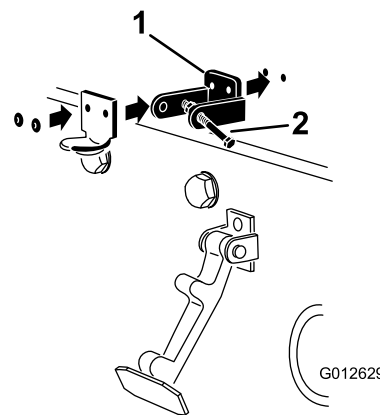

Рисунок 7
4. Совмещая монтажные отверстия, поместите стопорный кронштейн стандарта CE и кронштейн защелки капота на капот (Рисунок 7).
6. Приклепайте кронштейны и шайбы к капоту (Рисунок 7).